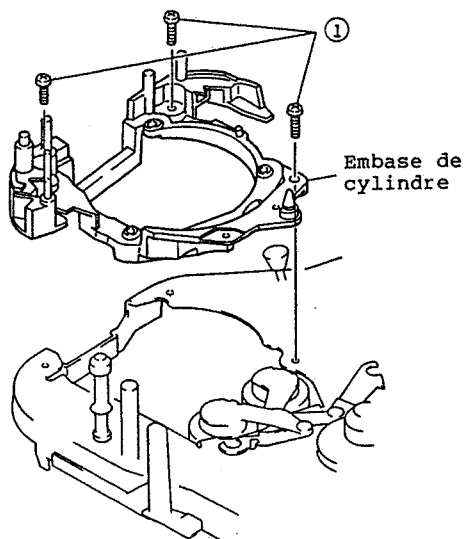

Fig. 2-81
1. Dégager les trois (3) vis de fixation immobilisant l'embase de cylindre. (Se reporter à la figure 2-81)